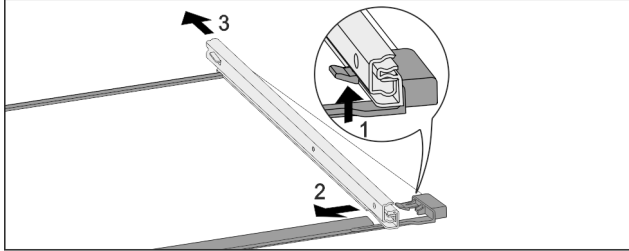

Fig. 143 带轨道的玻璃隔板
- ▶ 向上按前端的锁定钩。 Fig. 143 (1)
- ▶ 将牵伸轨推向一侧 Fig. 143 (2)，然后向后 Fig. 143 (3) 推。